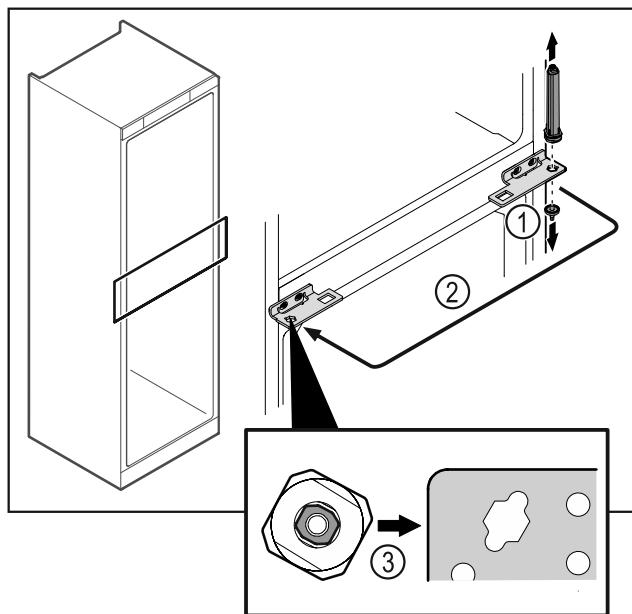

Fig. 44
- ▶ Ξεβιδώστε τον πέιρο του μεντεσέ Fig. 44 (1).
- ▶ Μεταφέρετε το σύστημα κλεισίματος πόρτας Fig. 44 (2).
- ▶ Κατά την τοποθέτηση βεβαιωθείτε για τη σωστή ευθυγράμμιση του συστήματος κλεισίματος πόρτας Fig. 44 (3).